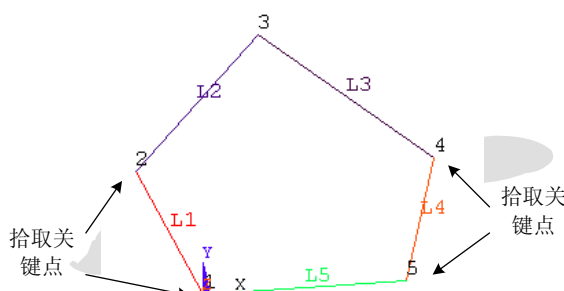

图4.52 通过角点选择进行映射分网
- (3) 接着会弹出关键点拾取对话框，按图 4.52 选取关键点 1、2、4 和 5，单击 **【OK】** 按钮即可生成相同的映射网格。